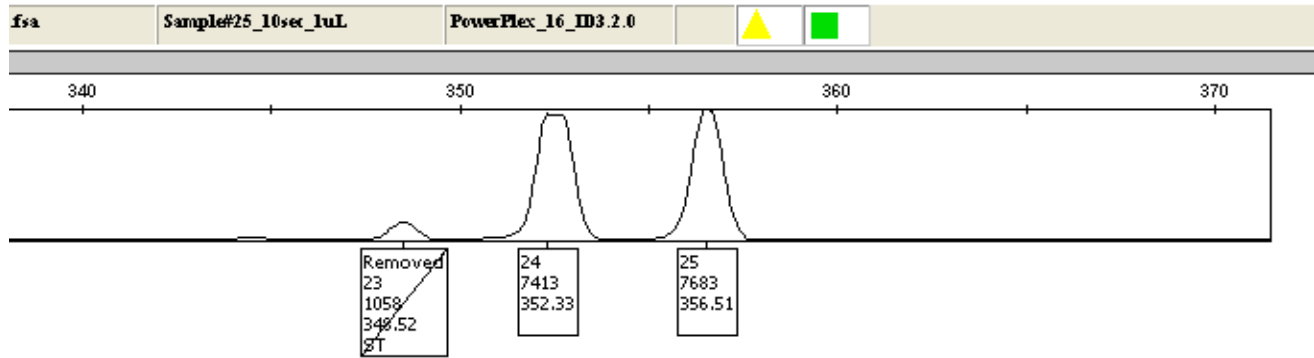

Figura 50. Ejemplo de una etiqueta de pico que fue borrado y se indicó que se trataba de un stutter.
**7.17.26** Las ediciones de alelos se muestran en la Tabla de Genotipos (una X se coloca en la columna AE [Allele Edit]) y en el electroferograma. En el electroferograma, se muestra la asignación inicial del alelo (con un tachado virtual) y el comentario agregado a la etiqueta, como se muestra en la Figura 50.